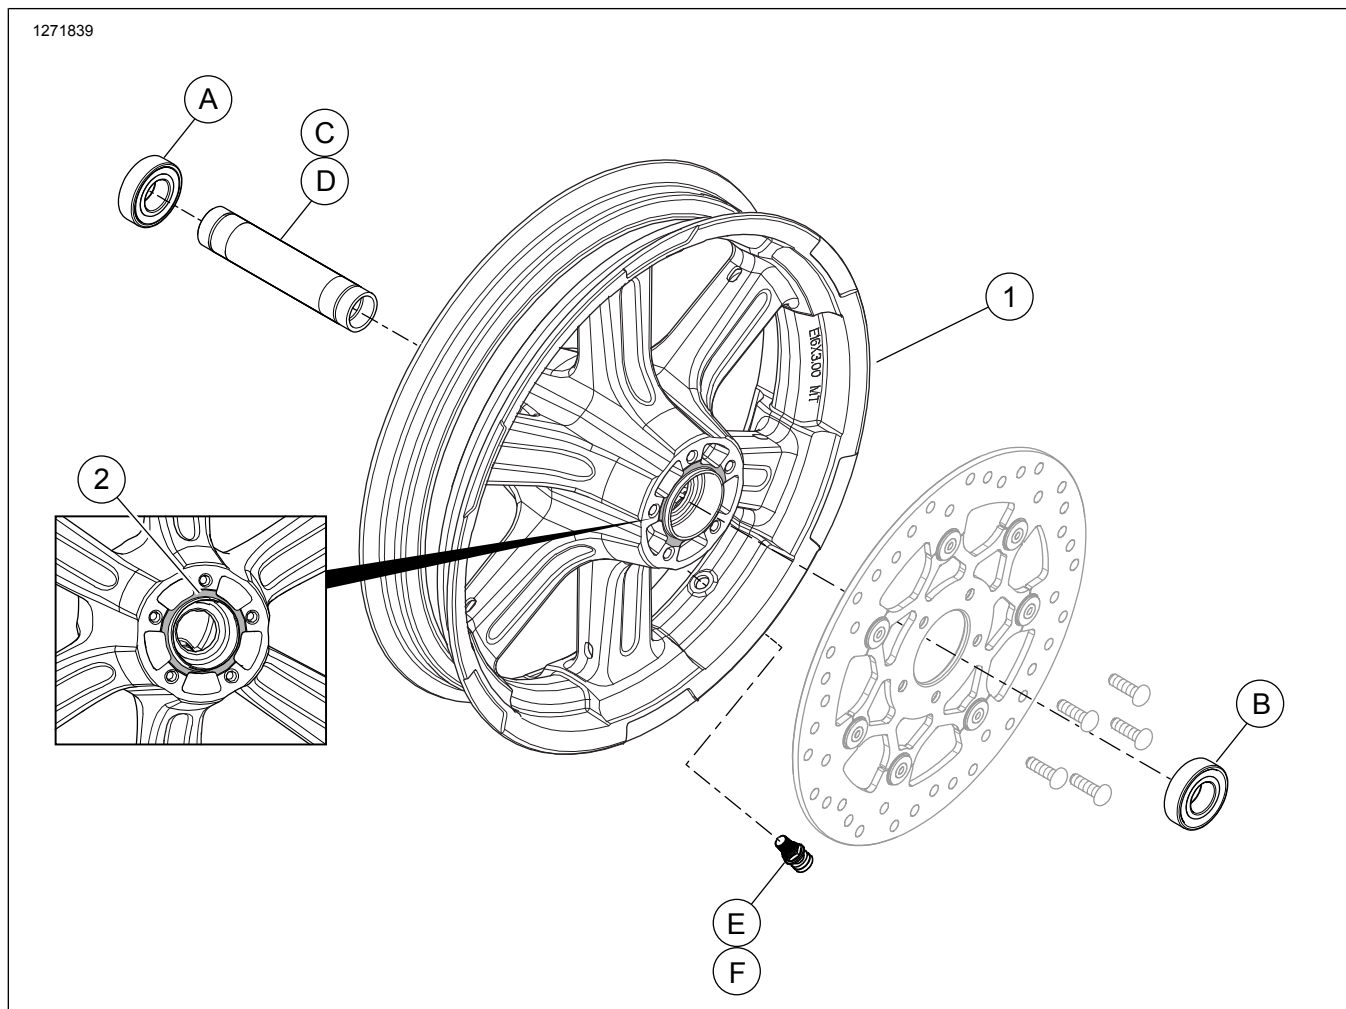

Figura 1. Componente de service: Roți din spate (afișate 16 inci)
Consultați Figura 1 și Tabelul 2.
2. Figura 1 Montați pe roată ansamblul tijei supapei. Consultați Manualul de service pentru PNEURI.